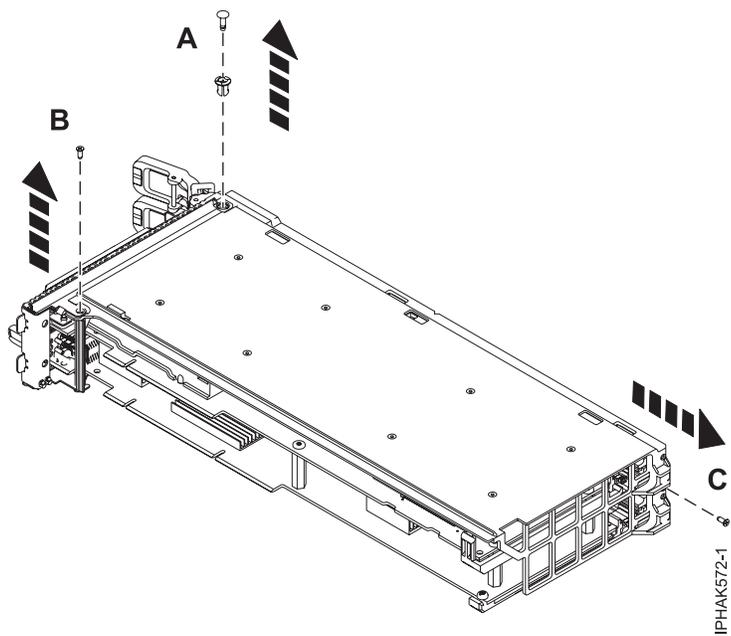

Figure 65. Retrait de la goupille poussoir et des vis
3. Retirez la goupille poussoir (A) de la partie supérieure du bloc-cassette par la contre-poupée. Voir figure 65, à la page 78.
4. Retirez la vis (B) située au bas de la contre-poupée. Voir figure 65.
5. Retirez la vis (C) de l'arrière du bloc-cassette. Voir figure 65.